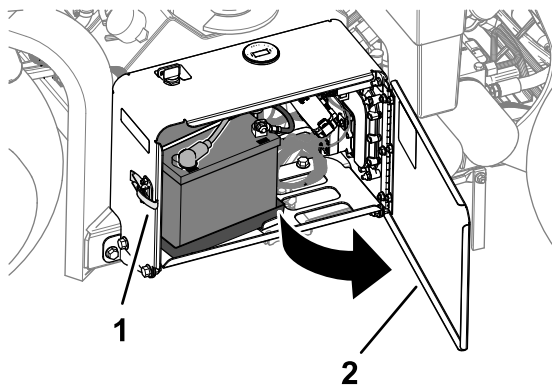

Bild 158
1. Entriegeln und öffnen Sie die Klappe des Batteriefachs (Bild 158).